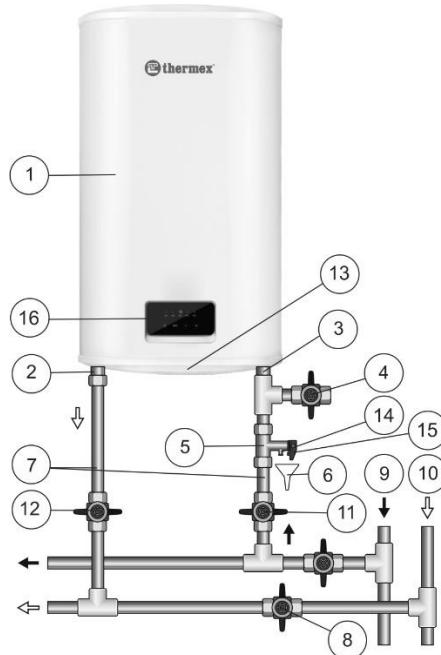

Рисунок 1. Схема подключения ЭВН к водопроводу в вертикальном положении
Внутренний бак имеет специальное биостеклофарфоровое покрытие, надежно защищающее внутреннюю поверхность от химической коррозии и, как следствие, длительный срок эксплуатации. Пространство между внешним корпусом и внутренним баком заполнено пенополиуретаном - современной, экологически чистой теплоизоляцией, обладающей наилучшими характеристиками теплосбережения. Модели Optima имеют два резьбовых патрубка: для входа холодной воды (Рис. 1, п. 3) с синим кольцом и выхода горячей воды (Рис. 1, п. 2) - с красным кольцом. На лицевой стороне ЭВН во всех моделях находится панель управления (Рис. 1, п. 16).
Предохранительный клапан (Рис. 1, п. 5) выполняет функции обратного клапана, препятствуя попаданию воды из водонагревателя в водопроводную сеть в случаях падения в последней давления и в случаях возрастания давления в баке при сильном нагреве воды, а также функции защитного клапана, сбрасывая избыточное давление в баке при сильном нагреве воды. Во время работы водонагревателя вода может просачиваться из выпускной трубы предохранительного клапана для сброса излишнего давления, что происходит в целях безопасности водонагревателя. Эта выпускная труба должна оставаться открытой для атмосферы и быть установлена постоянно вниз и в незамерзающей окружающей среде.
Необходимо обеспечить отвод воды из выпускной трубы предохранительного клапана (Рис. 1, п. 14) в канализацию, предусмотрев при монтаже ЭВН соответствующий дренаж (Рис. 1, п. 6).
Необходимо регулярно (не реже одного раза в месяц) проводить слив небольшого количества воды через выпускную трубу предохранительного клапана в канализацию для удаления известковых осадков и для проверки работоспособности клапана. Для открывания клапана он снабжен ручкой (Рис. 1, п. 15). Необходимо следить, чтобы во время работы ЭВН эта ручка находилась в положении, закрывающем слив воды из бака.
Установить предохранительный клапан (Рис. 1, п. 5) на входе холодной воды (Рис. 1, п. 3), помеченному синим кольцом, закрутив на 3,5 - 4 оборота, обеспечив герметичность соединения любым уплотнительным материалом (льном, лентой ФУМ и др.).
- В вертикальном положении в соответствии с Рис. 1